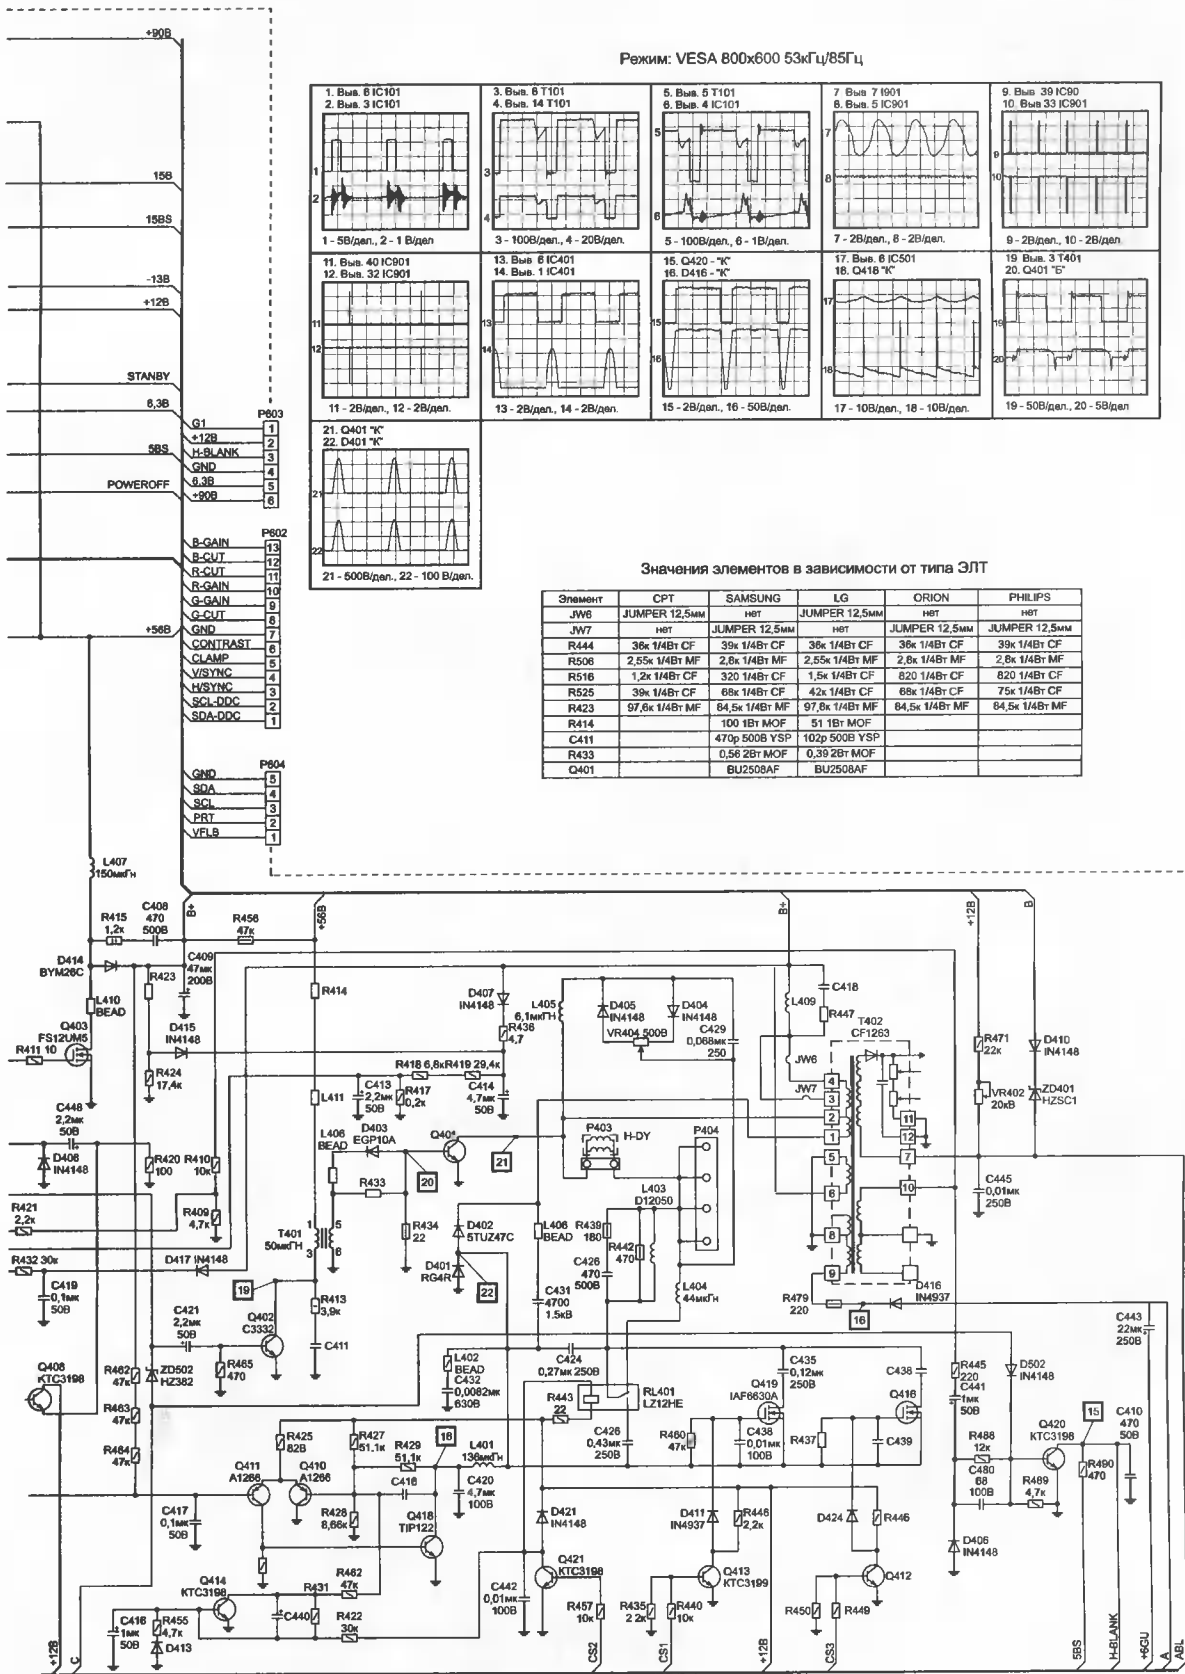

Рис. 1
Основа системы управления — МП IC901 фирмы Weltrend Semiconductor типа WT6018 или D1651P (рис. 1). МП WT6018 входит в состав семейства WT60XX, которое разработано специально для мультимедийных мониторов. Он содержит 8-битный процессор, ПЗУ объемом 8 Кбайт, ОЗУ объемом 288 байт, таймер, два 4-битных АЦП и два цифровых интерфейса. Его работа синхронизируется внутренним генератором, частота которого стабилизирована кварцевым резонатором X901 (8 МГц), подключенным к выв. 7 и 8 микросхемы. Для сброса всех узлов МП в исходное состояние используется схема сброса Q902 D901 D904 C914, формирующая импульс отрицательной полярности на выв. 4 МП после подачи на него питания. В зависимости от наличия синхросигналов, поступающих на выв. 39, 40 МП и их частоты, он формирует выходные аналоговые и цифровые сигналы управления ИП, синхропроцессором, видеопроцессором, схемами кадровой и строчной разверток. Для регулировки параметров изображения служит экранное меню (OSD). Меню включается и управляется кнопками KEU1-KEU4, расположенными на передней панели монитора. Первый цифровой интерфейс (выв. 12 и 13) МП использует для управления синхропроцессором IC401, видеопроцессором IC601 (рис. 2) и схемой OSD IC603. К этому же интерфейсу подключена микросхема энергонезависимой памяти IC902, в которой сохраняется информация о последних настройках параметров монитора. По шине второго интерфейса (выв. 25 и 24) МП передает данные на компьютер для реализации стандарта Plug & Play.
Синхропроцессор построен на основе микросхемы IC401 типа TDA4858 (рис. 1). Она имеет структуру, аналогичную синхропроцессору TDA4856 (см. описание в [3]).
Схема построена по классической двухкаскадной схеме (рис. 1). Импульсы запуска строчной развертки с выв. 7 IC401 поступают на предварительный каскад на транзисторе Q402, включенном по схеме с общим эмиттером. Каскад питается от вторичного канала ИП напряжением +56 В. Цепь C411 R413 демпфирует выбросы напряжения, возникающие при переключении транзистора Q402. Нагрузкой транзистора служит обмотка 1-3 трансформатора T401. С его вторичной обмотки импульсы запуска поступают на выходной каскад, выполненный по схеме двухстороннего электронного ключа с последовательным питанием на транзисторе Q401 и демпферных диодах D401, D402. Нагрузкой транзистора служат обмотка 1-4 трансформатора T402 и строчные катушки ОС H-DY. Конденсаторы C431 и C432 определяют время обратного хода строчной развертки, а значит и размер растра по горизонтали.
Выходной каскад кадровой развертки выполнен на микросхеме IC501 (рис. 1). Микросхема содержит входной дифференциальный усилитель, выходной каскад, генератор импульсов обратного хода и схему защиты.
Особенность схемы в том, что если включается защита, то работоспособность монитора восстанавливается только после его выключения и включения сетевым выключателем. Детектор схемы защиты от рентгеновского излучения выполнен на элементах D407, R436, C414, R419, R418, C413. (рис. 1). Его вход подключен к обмотке 5-6 T402, а выход — к входу схемы защиты — выв. 2 IC401. В случае превышения заданного порога (31 В на выв. 6 T402) включается схема защиты от рентгеновского излучения, IC401 прекращает формирование строчных СИ, а значит выключается схема выходного каскада строчной развертки и формирование высокого напряжения прекращается. Информация о том, что схема защиты включена, поступает на МП по цифровой шине, и он переклюкает монитор в режим «выключен».
Последовательно с высоковольтной обмоткой трансформатора T402 включен конденсатор C445 (рис. 1), на
4. Переменным резистором VR101 (рис. 1) устанавливают выходное напряжение  $90 \pm 0,3$  В.
4. Переменным резистором VR403 (рис. 1) устанавливают выходное напряжение  $24,6 \pm 0,2$  кВ.